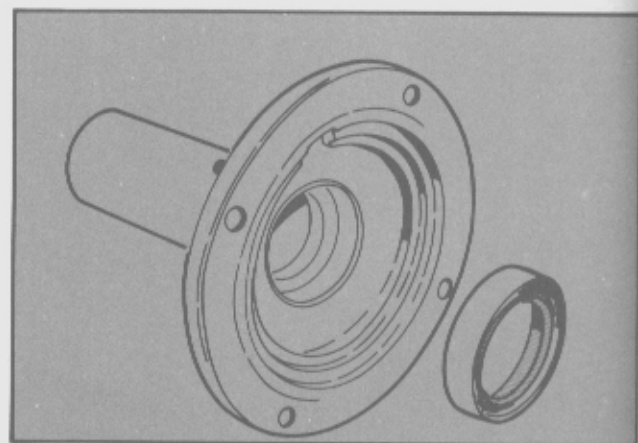

Fig. 48 - Instalación del retén en el manguito guía.
- Lubricar los labios del nuevo retén, con aceite de transmisión, e instalarlo en el manguito guía, utilizando la herramienta especial T74G-7050-BAS (Fig. 48).